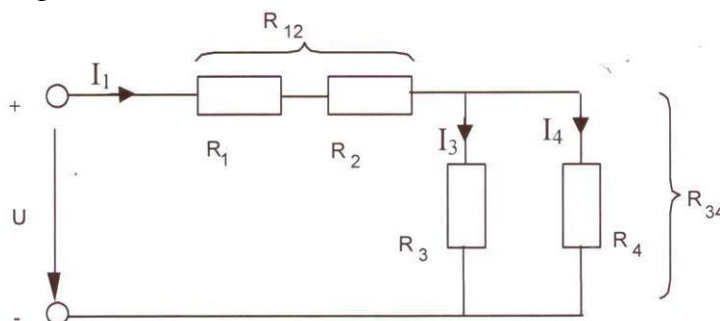

Рис. 5.1. Смешанное соединение резисторов
Измерить токи, напряжения и мощность в цепи при смешанном соединении резисторов (Рис. 5.1). Проверить результаты измерений расчётом. Проверить выполнение первого и второго законов Кирхгофа и выполнение баланса мощностей.
5.4. Выполните расчёт параметров электрической цепи (Рис. 5.1) при $U = 15$ В и номинальных значениях сопротивлений R_1 , R_2 , R_3 , R_4 .